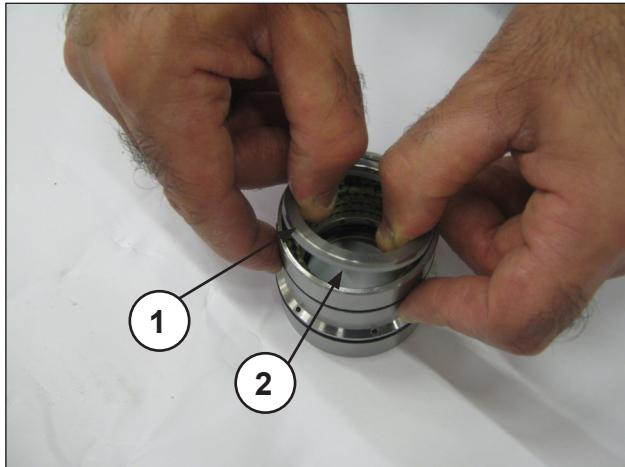
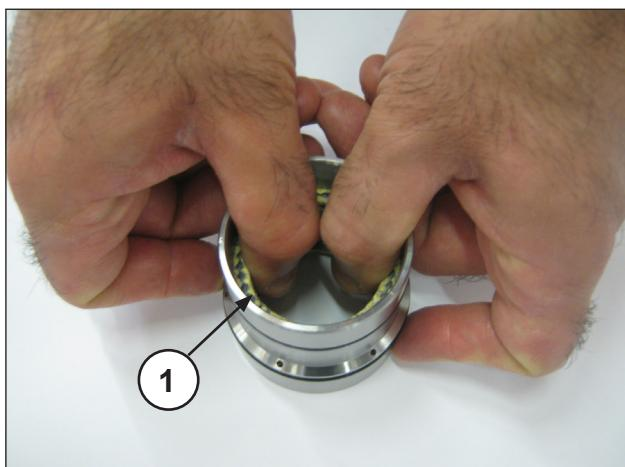

Abb. 25
Abb. 26
Trennen Sie den Dichtungshalter von der Buchse, entnehmen Sie dann den Federring und den Abstreifring (Pos. ①②, Abb. 25), um die Druckdichtungen freizulegen (Pos. ①, Abb. 26).